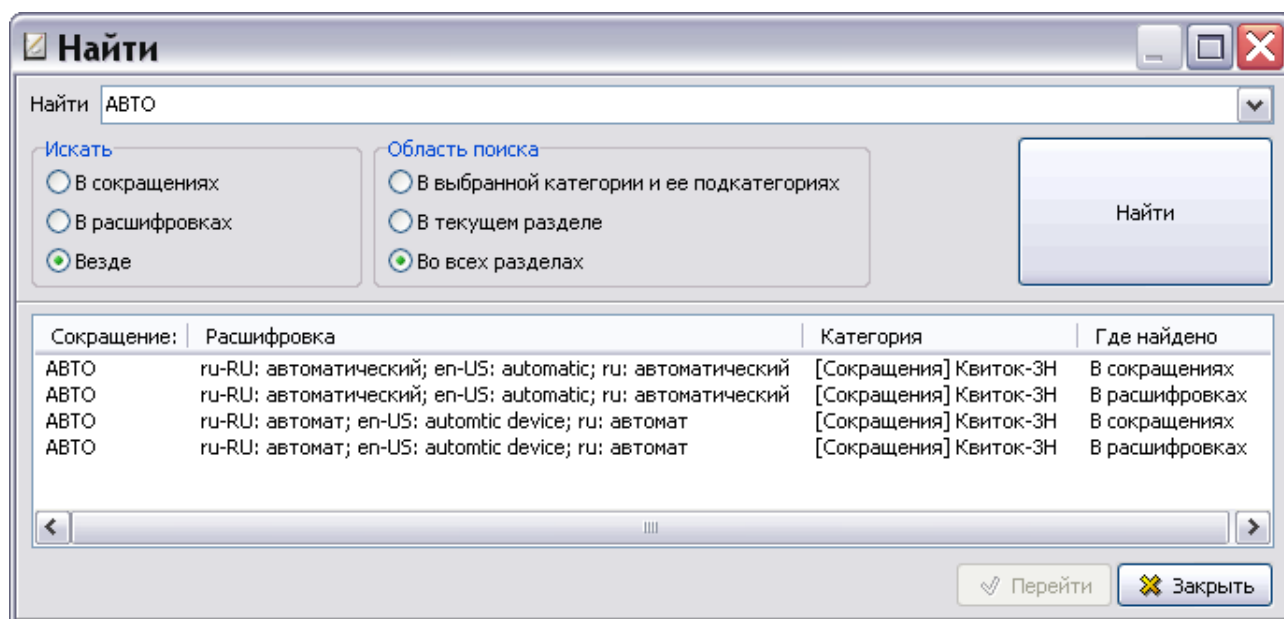

Рис. 3.65
4. Нажмите на кнопку **Найти**. Результаты поиска отобразятся в нижней части окна (Рис. 3.65).
Для перехода к одному из найденных сокращений выделите его среди результатов поиска и нажмите на кнопку **Перейти** (Рис. 3.65). При этом произойдет возврат в окно редактора словарей на соответствующую вкладку, где будут выделены выбранное сокращение и его категория.